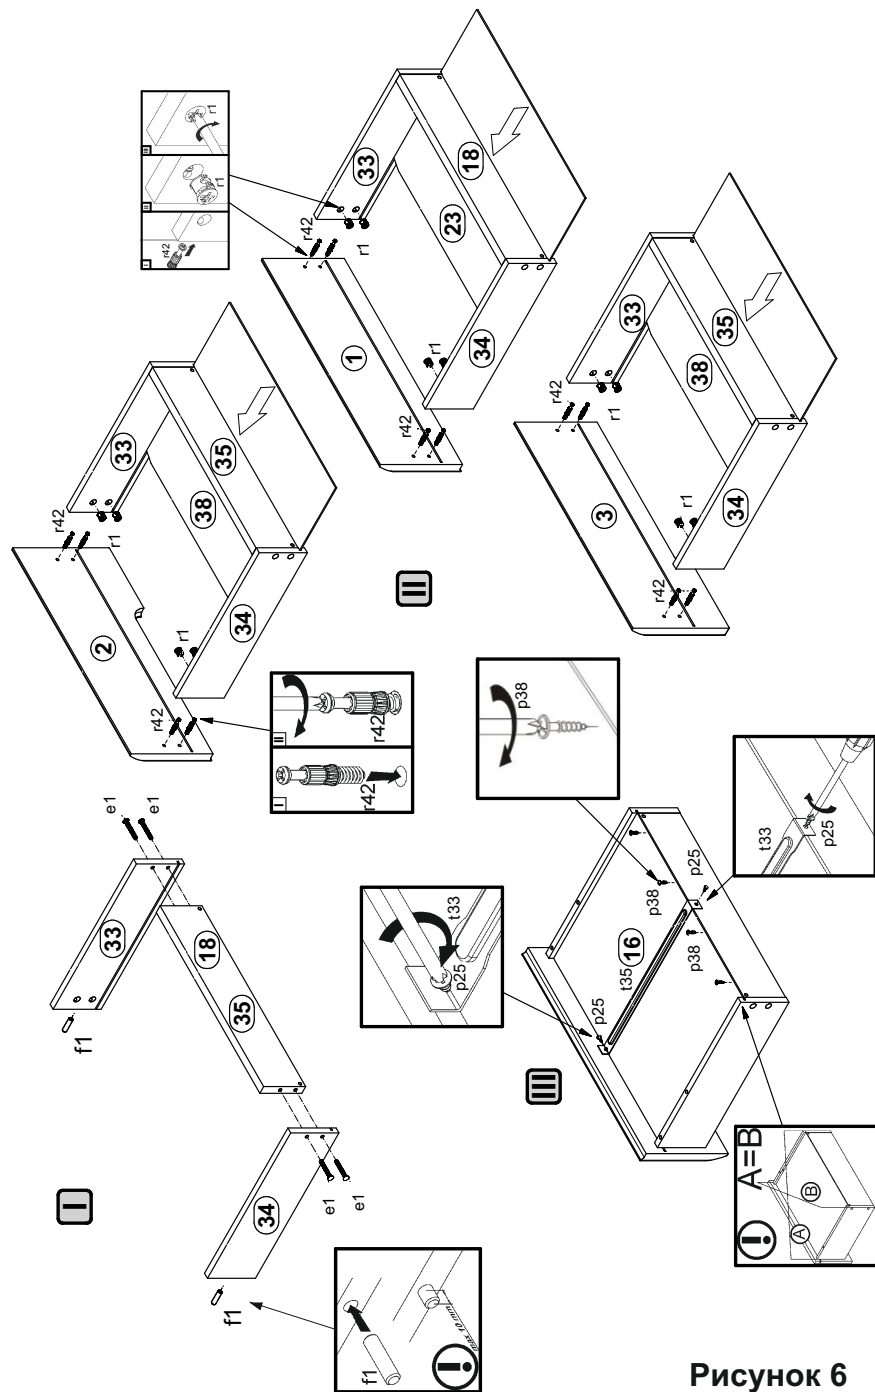

Рисунок 6
19. В отверстия  $\varnothing 15$  мм на внутренних поверхностях стенок боковых ящиков 33, 34 вставить стяжки эксцентровые r1, в центральные торцевые отверстия  $\varnothing 8$  мм вбить деревянные шканты f1 (см. рис. 6).
20. Соединить детали 33,34, 18, а также 33,34,35 с помощью конформатов e1, пользуясь ключом z1, вставить в пропилы на боковых и задних стенках собранных корпусов ящиков дно ящика 16, 38 (см. рис. 6).
21. В отверстия  $\varnothing 5$  мм на внутренних поверхностях панелей ящиков 1, 2, 3 вкрутить винты стяжки r42 (см. рис. 6).